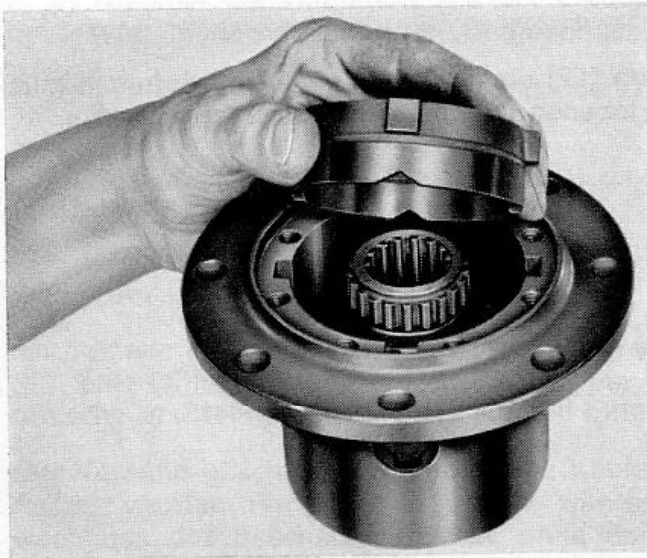

Abb. 13
6. Das 2. Achskegelrad (8) auf die vier Ausgleichkegelräder (9) legen und 2. Druckring (7) darüberschieben (Abb. 13).